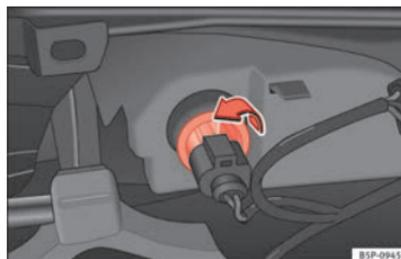

Fig. 194 Feu de la face intérieure du pare-chocs.
- Tournez le porte-lampes vers la gauche puis retirez-le dans le sens de la flèche ⇒ fig. 194.